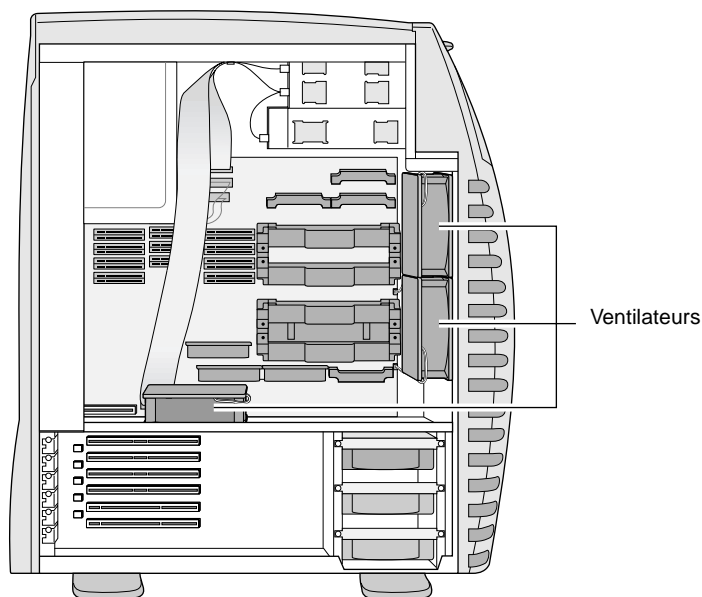

Figure 7-10 Repérage des ventilateurs
6. Repérez le ventilateur à remplacer (voir Figure 7-10).